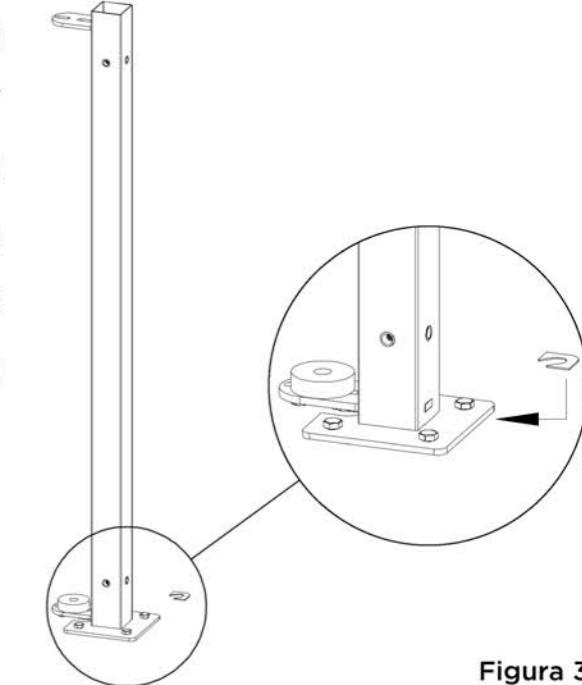

Figura 3
Paso 3: Comprobar el nivel de los pilares, si no están nivelados, aflojar los tornillos y colocar piezas de calzo (CYP0701) donde corresponda hasta conseguir que el pilar esté aplomado (ver figura 3) y apretar los tornillos de nuevo.